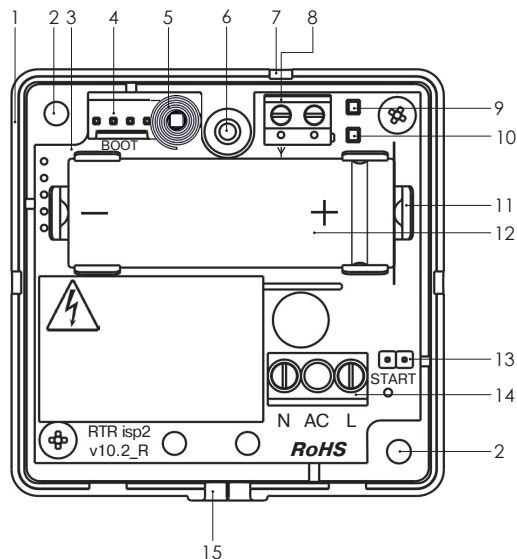

Рисунок 1 – «Ri-R-1», вид со снятой крышкой
4.5 При установке аккумулятора соблюдайте правильную полярность, указанную на рис. 1.
9.4 Осуществите ручной пуск от аккумулятора путем замыкания отверткой контактов START (рис.1, поз.13) до включения индикаторов зеленого и красного цветов (стартовая индикация).
10.3 Нажмите на контакт датчика вскрытия корпуса (рис.1, поз.5) и удерживайте его в течение нескольких секунд.